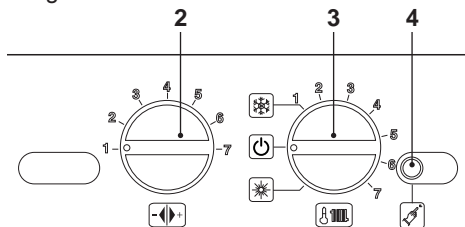

Figura 5.47
- Per uscire dalla programmazione posizionare il selettore di funzione/manopola regolazione temperatura 3 come indicato in Figura 5.47.